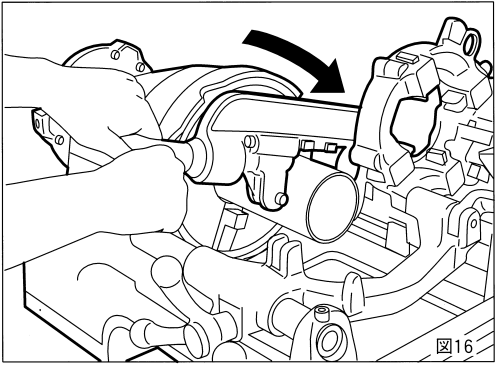

図16
- ① 使用しないダイヘッド・リーマをを起こしてください。
- ② パイプの切断箇所を定めてパイプをしっかり固定します。
- ③ パイプカッターをパイプ径より大きくひらいて図のようにあてがい、パイプの切断箇所にカッターの刃を合わせてハンドルでローラーと刃がかかるくあたるところまでちかづけてください。
- ④ スイッチを入れ、カッタハンドルをパイプ1回転で1／2以内の割合いでまわしてください。(図16) 切断のときに最初から強い力で切り込むと、パイプの切り口がだ円形にゆがみ、正しい真円のねじが切れない場合がありますから、切り始めは、軽く締めつけながら徐々に切断してください。